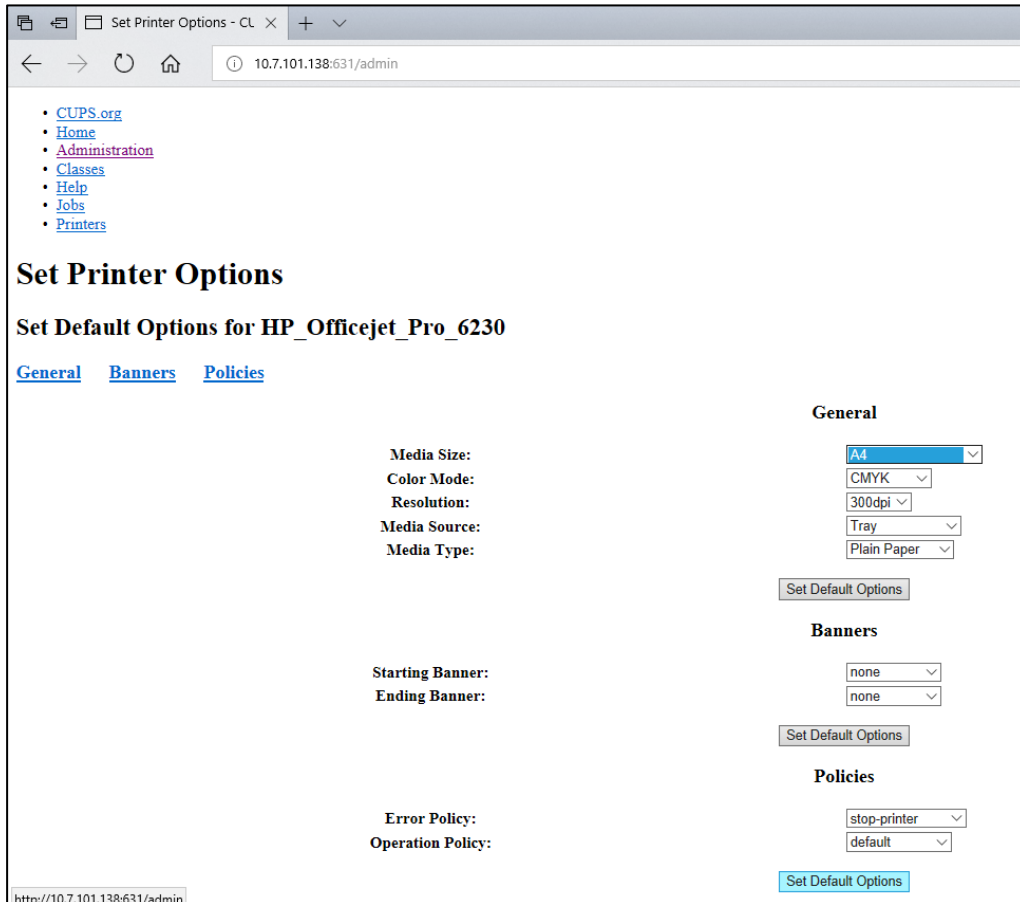

Abbildung 84: Auswahl des richtigen Medienformats
- Wählen Sie das korrekte Media Size (Medienformat) (z. B. „A4“) aus, da einige Drucker nicht drucken, wenn das Papierformat falsch eingestellt ist. Speichern Sie anschließend die Auswahl, indem Sie auf Set Default Options (Standardoptionen festlegen) (Abbildung 84) drücken.